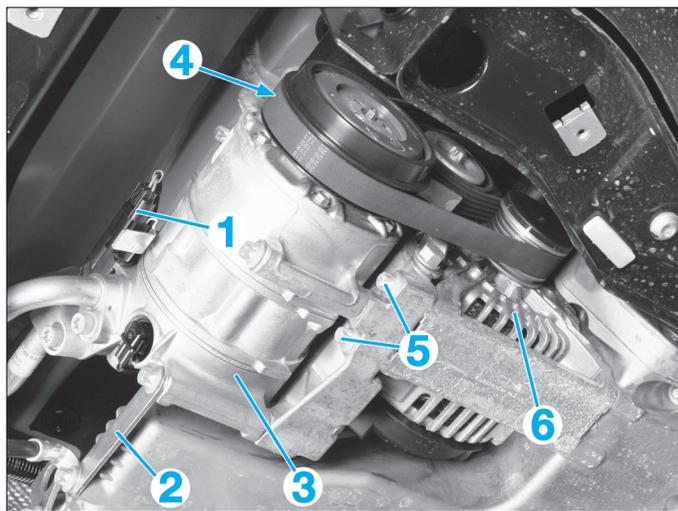

FIG. 7
- Débrancher le connecteur (1) (Fig.7).
- Déposer la patte de fixation (2).
- Sans ouvrir le circuit de climatisation, déposer et mettre de côté le compresseur (3) (voir opération au chapitre "CHAUFFAGE-CLIMATISATION").
- Dévisser la vis (4).